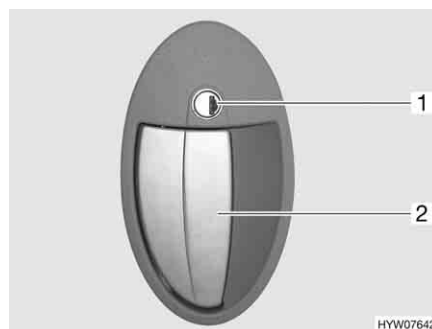

Fig. 28 Serratura della porta, lato esterno
- Inserire la chiave nel cilindro della serratura (Fig. 28,1) e ruotare in senso orario, fino a quando la serratura della porta si sblocca.
- Tirare la maniglia della porta (Fig. 28,2). La porta è aperta.
- Inserire la chiave nel cilindro della serratura (Fig. 28,1) e ruotare in senso antiorario, fino a quando la serratura della porta si blocca.